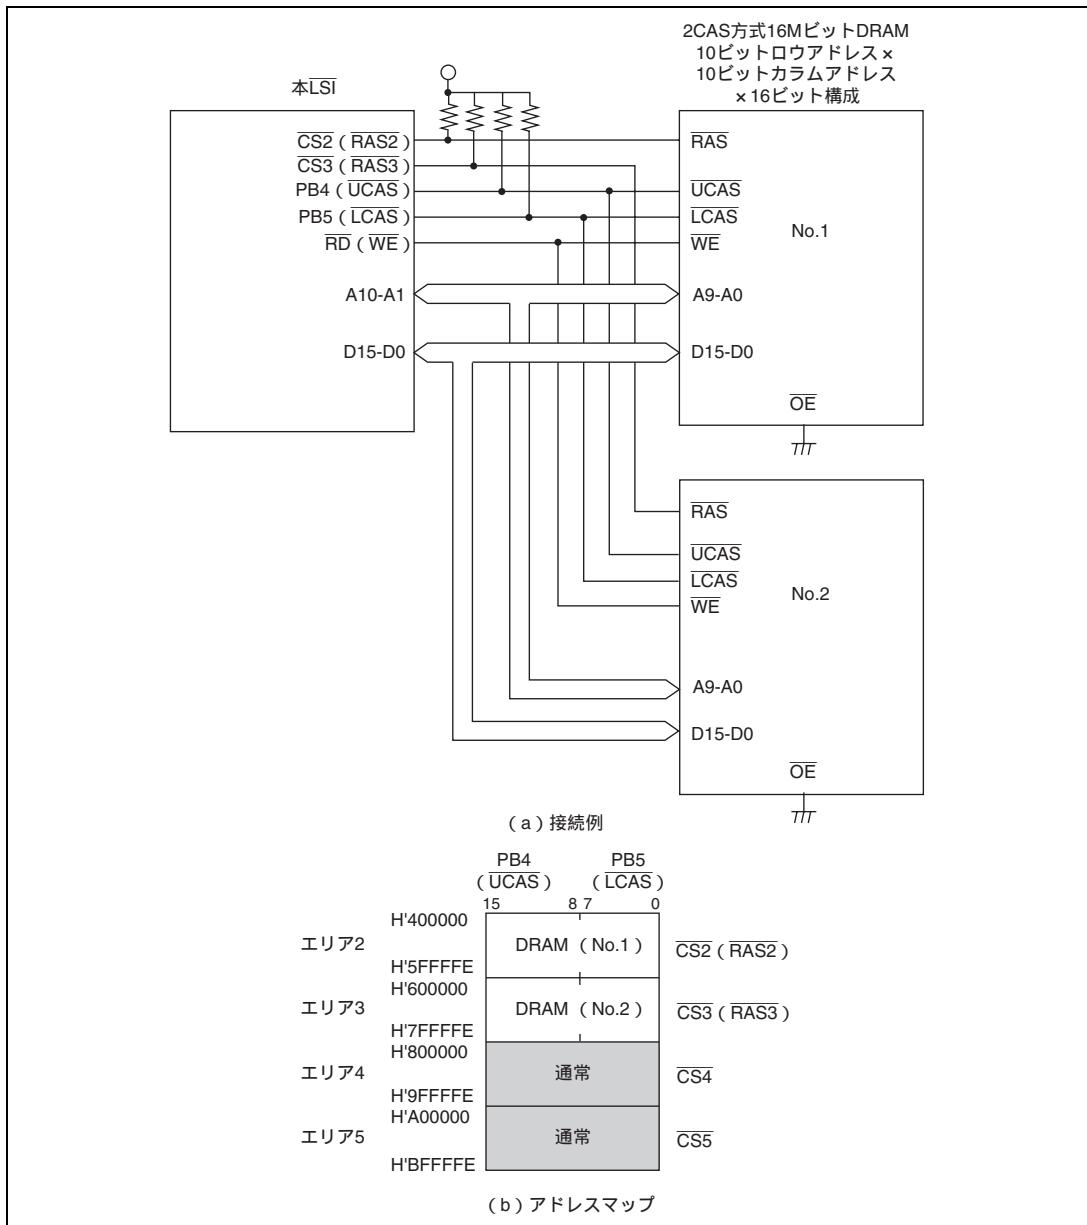

図 6.29 ×16 ビット構成(2CAS方式)の16MビットDRAMの接続例とアドレスマップ
(1) 図6.29に×16ビット構成(2CAS方式)の16MビットDRAMを2個使用する場合の接続例とそのアドレスマップを示します。本例では10ビットロウアドレス×10ビットカラムアドレスのタイプのものを使用しています。エリア2～5をDRAM空間に設定することにより最大4個のDRAMを接続できます。